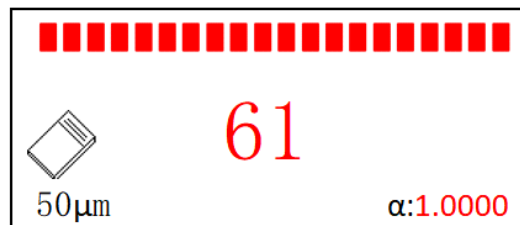

Рисунок 32. Не удалось выполнить калибровку
- Прогресс-бар полностью красный (Рисунок 32): калибровка не удалась; выполните нулевую калибровку заново перед повторной попыткой многоточечной калибровки.